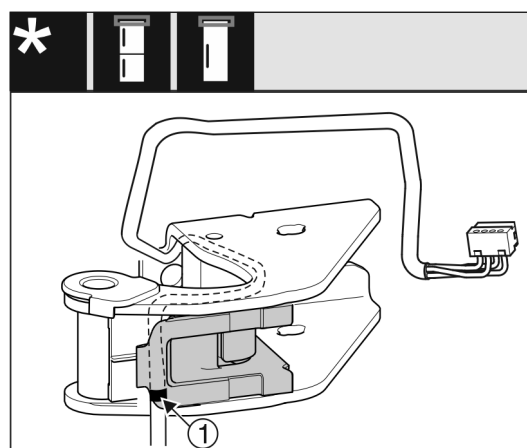

Fig. 19
- ▷ Prostřední značka přitom musí být na hraně držáku kabelu Fig. 19 (1).